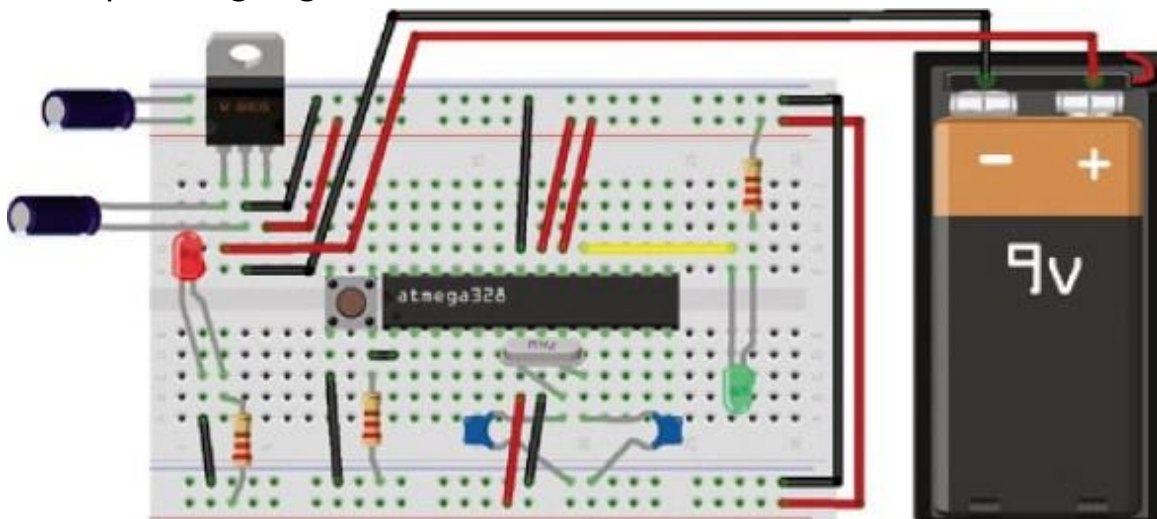

Abbildung 25-11: Einbau der LEDs und Anschließen der Batterie
6. Stecken Sie die rote LED so in das Steckbrett, dass der lange, positive Anschluss über einen 220-Ohm-Widerstand mit der Versorgungsspannung verbunden ist und der kurze, negative Anschluss mit Masse. Verbinden Sie dann den kurzen Anschluss der grünen LED mit Pin 21 des ATmega-Chips und den langen Anschluss über einen 220-Ohm-Widerstand mit der Versorgungsspannungsleiste, wie in Abbildung 25-11 zu sehen. Verbinden Sie den Pluspol der Batterie mit Pin 1 des Spannungsreglers und Masse mit Pin 2.